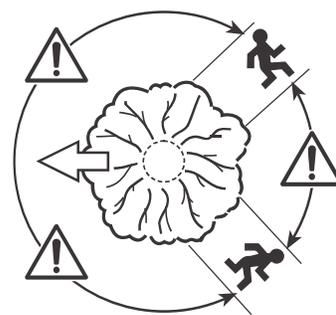

Fig. 35
3. Deve existir um percurso de emergência planeado e desimpedido conforme necessário, antes de ser iniciado qualquer corte. O percurso de emergência deve prolongar-se para a traseira e na diagonal para trás da linha de queda esperada (Fig. 35).